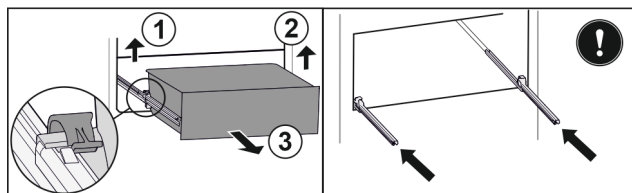

Fig. 138
- ▶ 提起左侧夹子，同时将抽屉左侧向前拉。 Fig. 138 (1)
- ▶ 提起右侧夹子，同时将抽屉右侧向前拉。 Fig. 138 (2)
- ▶ 朝前取出抽屉。 Fig. 138 (3)